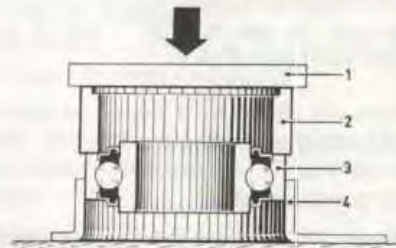

Bild 8. Montering av stödlager
2. Lossa ev. dragfjäder. Dra ut hållare med stödlager (7) bakåt. Pressa stödlagret ur hållaren med en lämplig dorn. Pressa det nya lagret i hållaren med hjälp av ring SVO 4081, se bild 8. Är pressdornens diameter mindre än hålet i ringen läggs en platta (1, bild 8) ovanpå ringen.
Pressa stödlagret (7 bild 2 och 3) i hållaren med ring SVO 4081, se bild 8. Sätt skyddsplåt, stödlager, tryckbricka och låsbricka på främre kardanaxeln. Är skyddsplåten av tid. utf. bör den bytas mot skyddsplåt av sen. utf. med styrning